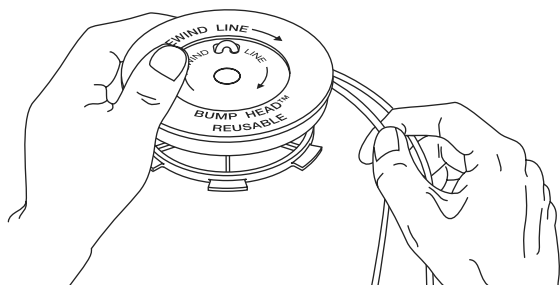

Fig. 19
7. Bobine las l'neas en capas parejas y ajustadas sobre el carrete (Fig. 19). Bobine la l'nea en la direcci—n indicada en el carrete interior. Coloque su dedo 'ndice entre las dos l'neas para evitar que se superpongan. No superponga los extremos de la l'nea. Proceda al paso 11.